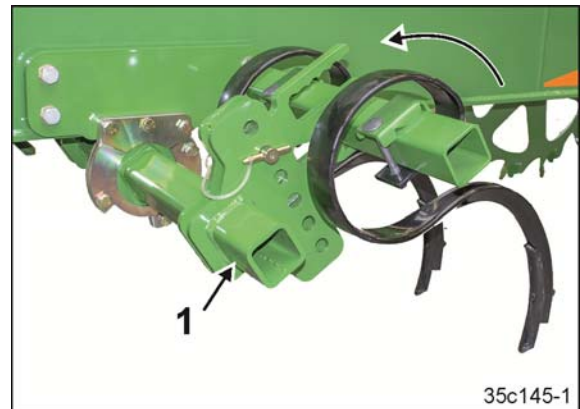

Fig. 239
1. Traktorspurlockerer in Transportstellung schwenken (Fig. 239/1):